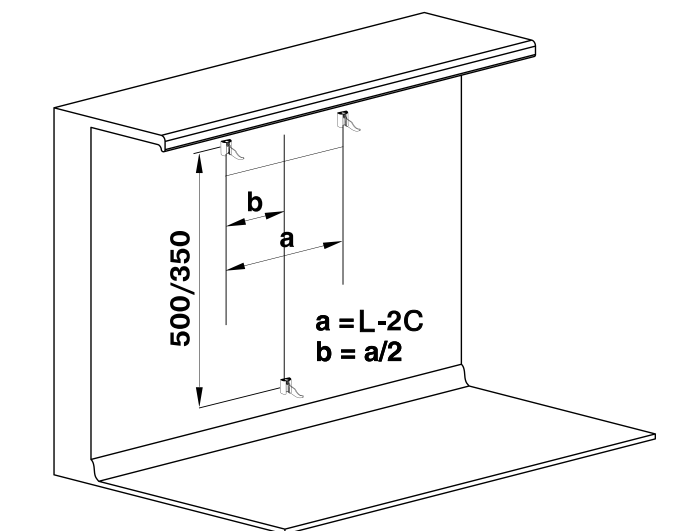

рис. 3
- Монтажный комплект, запорная арматура и кронштейны приобретаются отдельно в зависимости от расчетных параметров и характеристик системы. Кронштейны для установки радиатора должны быть выбраны в соответствии с материалом стен и обеспечивать надежное крепление радиатора. Радиатор на кронштейнах должен быть установлен горизонтально, для чего при его установке необходимо использовать строительный уровень. При монтаже радиаторов с числом секций до 10 использовать не менее 3 кронштейнов (рис. 3), до 14 - не менее 4 (3 сверху, 1 снизу). Для монтажа приборов с количеством секций более 14 следует обратиться к специалистам.